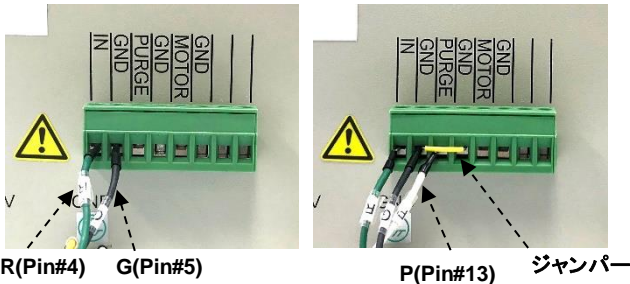

図 4-2 リモート端子への接続: RDE(左), RDEとPURGE(右)
- 線だし部分のピンのラベル表示を確認し、**回転制御**は、R(Pin#4, RDE)、G(Pin#5,Ground)をそれぞれRRDE-3A背面のリモート端子IN、GND(INの右隣)に接続します。**ガスバージ制御**も行う場合は、P(Pin#13,Purge)をPURGEに接続してGND(INの右隣)とGND(PURGEの右隣)をジャンパーで接続します。図4-2、表4-1をご参照ください。